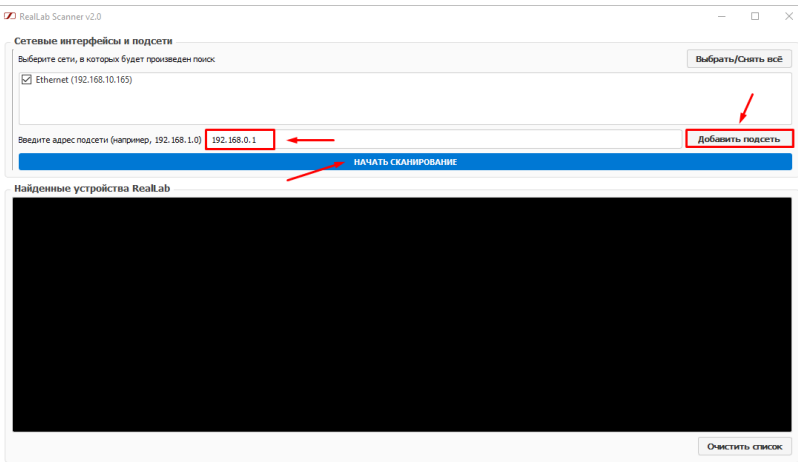

Рис. 2.1. Общий вид утилиты RealLab! Scanner v2.0
5. В верхней части окна утилиты выберите сетевые интерфейсы, через которые будет выполняться поиск, и при необходимости добавьте подсеть (например, 192.168.0.1) (см. рис. 2.1).